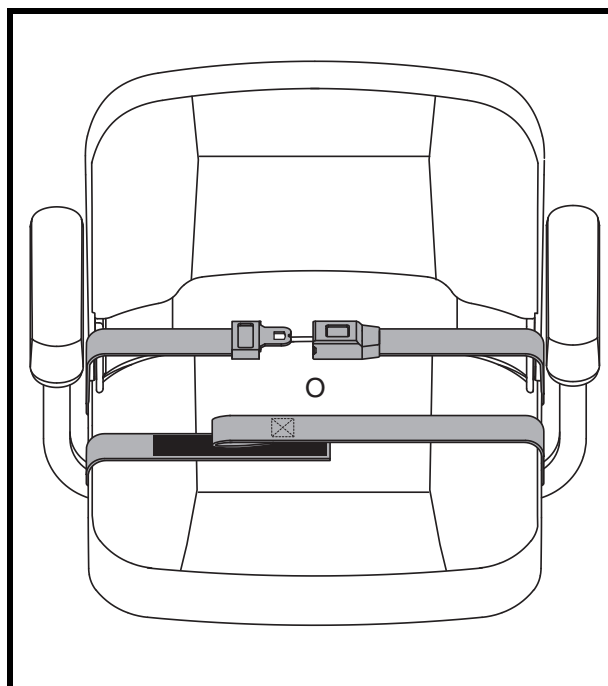

Figura 19. Cinture di sicurezza—Cintura di sicurezza con aggancio metallico o Cintura di sicurezza con gancio riutilizzabile e velcro
1. Inserire il gancio metallico del lato destro della cintura nella chiusura di plastica al lato opposto spingendo fino a sentire un “click”. **Vedere figura 19.**
1. Allineare le due parti della cintura ponendo la parte con il velcro direttamente sopra il lato di adesione (“gancio”) dell’altra parte. Premere per bloccare. **Vedere figura 19.**